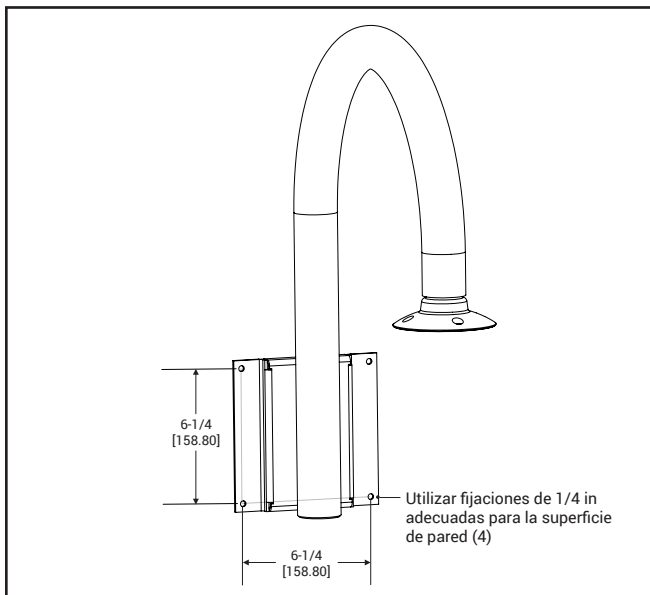

Figura 8.
3. Realice las conexiones de los cables y fije el brazo Bishop a la pared. Herrajes de montaje suministrados por terceros. Consulte las dimensiones de montaje en la Figura 8.